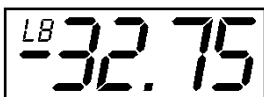

Рисунок 3 — Признак разряда батарей
2.4.2 Признаком необходимости замены батарей служит появление символа «LB» в левом верхнем углу жидкокристаллического индикатора термометра (рисунок 3).